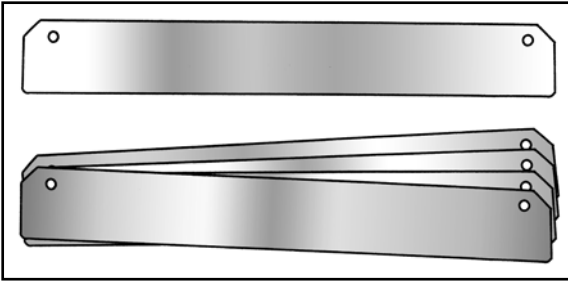

Fig. 2
- 3** Posizionare la piattaforma d'incasso nel vano d'installazione, utilizzando se necessario gli spessori in lamiera per tamponare lo spazio tra i lati del vano e la piattaforma stessa (**Fig. 2**).